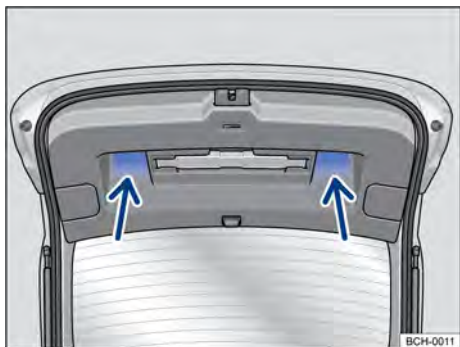

Fig. 58 Tampa traseira aberta: rebaiços (setas) para puxar e fechar.
- Puxar a tampa traseira pelo rebaixo no revestimento interno → Fig. 58 com impulso para baixo, de modo que se encaixe na fechadura → ⚠️.